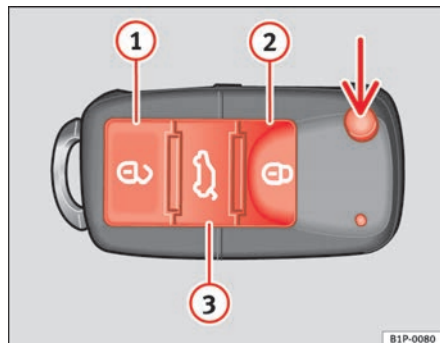

Abb. 43 Tastenbelegung
Mit der Taste \Rightarrow Abb. 43 (Pfeil) der Fernbedienung wird der Schlüsselbart ausgeklappt.
Fahrzeug entriegeln \Rightarrow Abb. 43 ①.
Fahrzeug verriegeln \Rightarrow Abb. 43 ②.
Heckklappe entriegeln. Drücken Sie die Taste \Rightarrow Abb. 43 ③, bis alle Blinkleuchten am Fahrzeug kurz aufblitzen. Nach Drücken der Entriegelungstaste \Rightarrow Abb. 43 ③ können Sie die Heckklappe innerhalb von 2 Minuten öffnen. Nach Ablauf dieser Zeit wird die Heckklappe wieder verriegelt.
Zum Umschalten zwischen den Zuständen Verriegelt/Entriegelt betätigen Sie die Taste  bzw. die Taste **1** ⇒ **Seite 84, Abb. 43** am Funkschlüssel. ▶